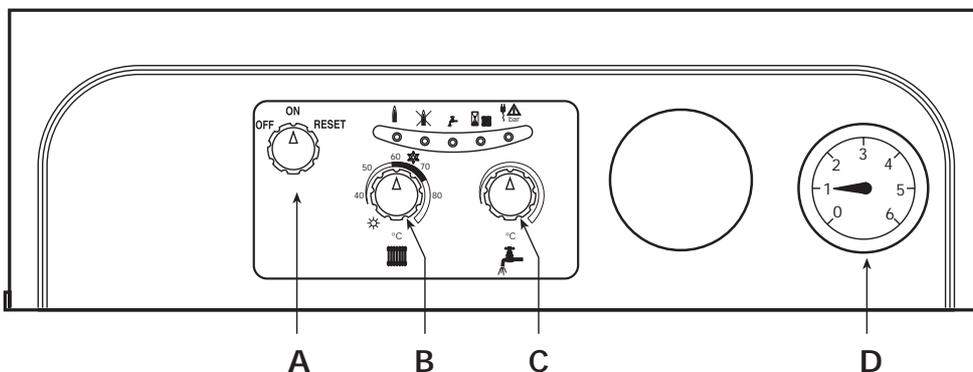

fig. 1
- A questo punto scegliere se far funzionare la caldaia per il riscaldamento e la produzione d'acqua calda sanitaria, o per la sola produzione d'acqua sanitaria. Se si sceglie la prima condizione di funzionamento (riscaldamento + acqua calda sanitaria), posizionare la manopola "B" (fig. 1) sulla posizione Inverno in corrispondenza ad un valore superiore a 50°C e quella dell'eventuale termostato ambiente sul valore di temperatura desiderato. A questo punto il bruciatore si accende e la caldaia inizia a funzionare automaticamente controllata dai suoi dispositivi di regolazione e di sicurezza. Se si sceglie invece la seconda condizione di funzionamento (solo acqua calda sanitaria), posizionare la manopola "B" (fig. 1) sulla posizione Estate.
Con la manopola "B" (fig. 1) posizionata sul simbolo  (Estate) la funzione riscaldamento è disattivata. È attiva solo la produzione di acqua calda sanitaria.
Con la manopola "B" (fig. 1) in corrispondenza del simbolo  (Inverno) è attivo sia il riscaldamento, sia il sanitario.
Impostare tramite la manopola "C" (fig. 1) la temperatura dell'acqua sanitaria.
Caldaia in blocco	Verificare se il rubinetto gas a monte della caldaia e sul contatore sono aperti. Ruotare la manopola "A" fig. 1 su "Reset" e rilasciarla. In caso di ripetuti blocchi caldaia, contattare il più vicino centro assistenza.